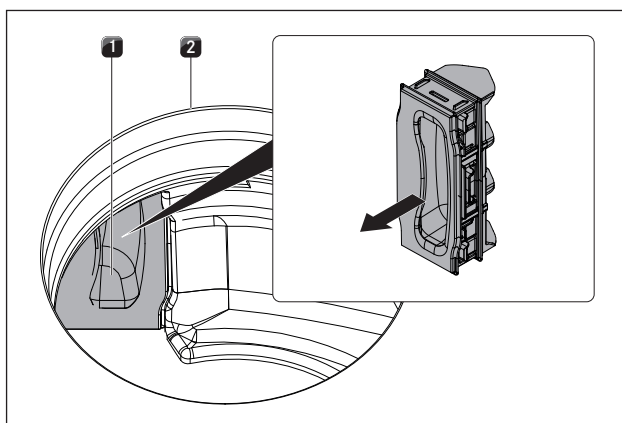

bild 8.4 Avlägsna filterbytesklaffen
- ▶ I inströmningsöppningen drar du filterbytesklaffen ut ur filterkåpans öppning (Ta bort filterbytesklaff se bild 8.4).